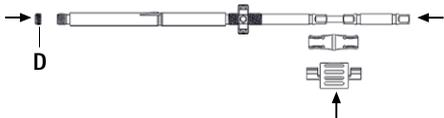

Afb. 10
- ▶ Schroef de spanmoer C op de binnenhuls, zie Afb. 10.